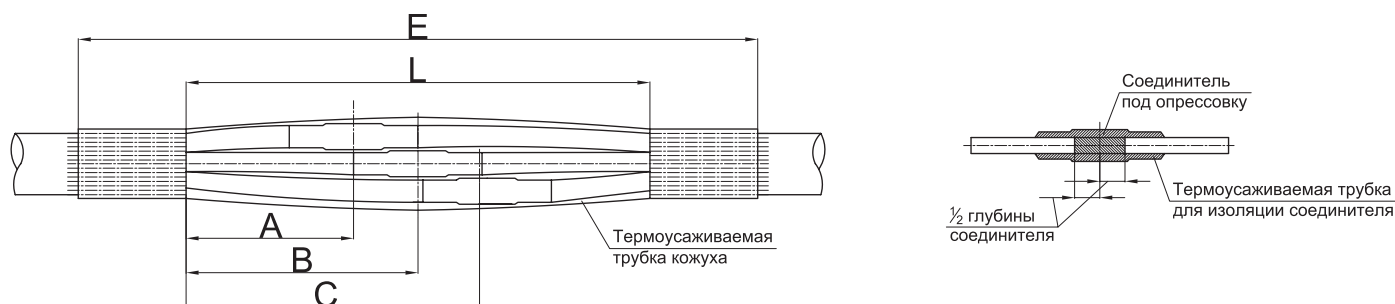

Рис. 1.
1. Разделить кабель по размерам, указанным на рис. 1.
2. Зачистить оболочку кабеля с двух концов абразивной лентой на расстоянии E, как показано на рис. 1.